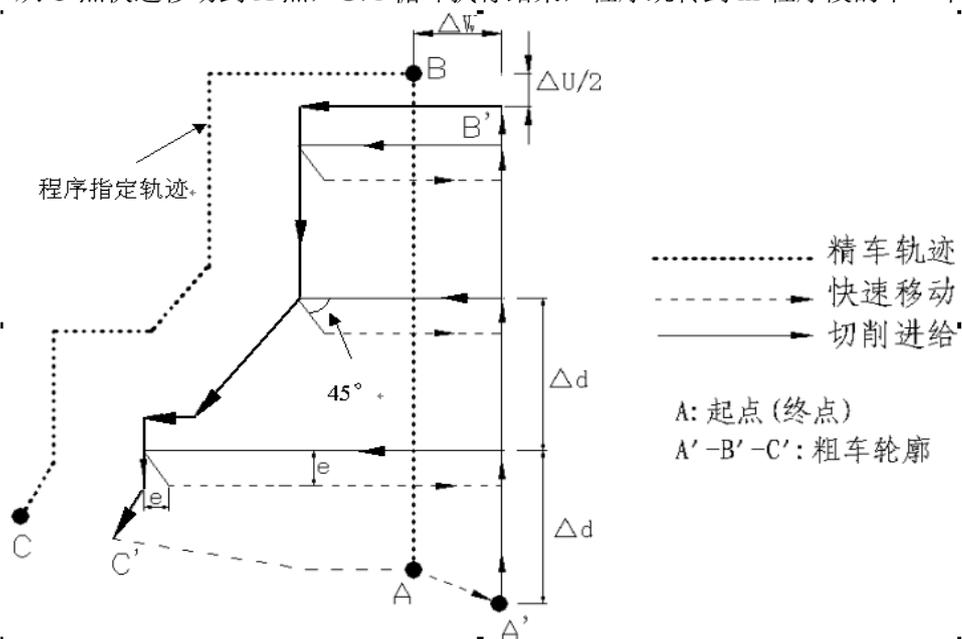

图 3.44 G71 代码循环轨迹
1) 指令执行过程: 图 3.44
- ① 从起点 A 点快速移动到 A'点, X 轴移动 Δu 、Z 轴移动 Δw ;
- ② 从 A'点 X 轴移动 Δd (进刀), ns 程序段是 G0 时按快速移动速度进刀, ns 程序段是 G1 时按 G71 的切削进给速度 F 进刀, 进刀方向与 A 点→B 点的方向一致;
- ③ Z 轴切削进给到粗车轮廓, 进给方向与 B 点→C 点 Z 轴坐标变化一致;
- ④ X 轴、Z 轴按切削进给速度退刀 e(45° 直线), 退刀方向与各轴进刀方向相反;
- ⑤ Z 轴以快速移动速度退回到与 A'点 Z 轴绝对坐标相同的位置;
- ⑥ 如果 X 轴再次进刀($\Delta d+e$)后, 移动的终点仍在 A'点→B'点的联机中间(未达到或超出 B'点), X 轴再次进刀($\Delta d+e$), 然后执行③; 如果 X 轴再次进刀($\Delta d+e$)后, 移动的终点到达 B'点或超出了 A'点→B'点的联机, X 轴进刀至 B'点, 然后执行⑦;
- ⑦ 沿粗车轮廓从 B'点切削进给至 C'点;
- ⑧ 从 C'点快速移动到 A 点, G71 循环执行结束, 程序跳转到 nf 程序段的下一个程序段执行。